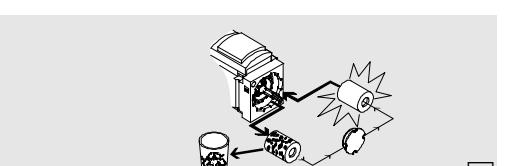

Fig. 5
6. Reemplace el elemento filtrante si está sucio (→ Fig. 5).